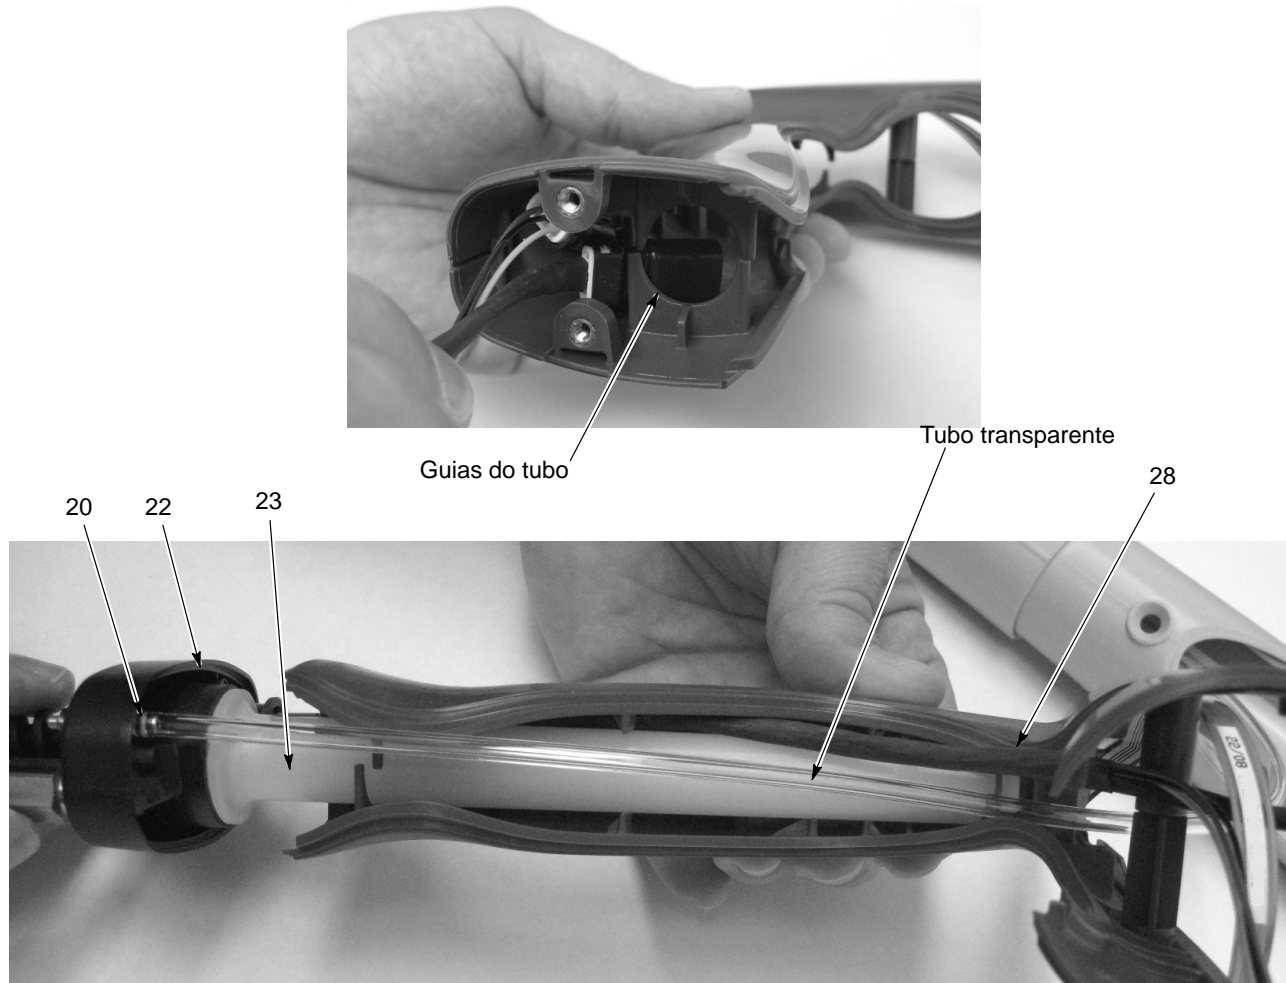

Figura 5-11 Montagem dos punhos e da base
6. Consulte a figura 5-11. Enfie os conectores do cabo e do fio de ligação à terra na parte dianteira do punho, depois introduza o tubo de entrada, através das guias do tubo, no conjunto do punho enquanto dispõe o cabo através do punho, como ilustrado. Pare quando a base se encontrar aproximadamente a 1,5–2 polegadas (38–50 mm) da parte inferior do conjunto do punho.
7. Ligue o tubo transparente de 4 mm (faz parte do conjunto do filtro, item 4) à união estriada (20) situada na base do punho.